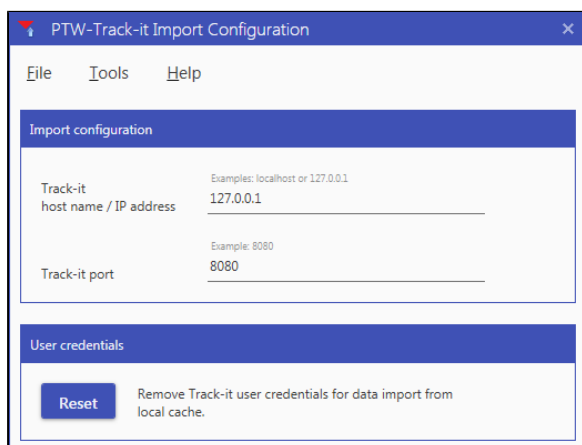

Figure 2 : Écran principal *Track-it Import Configuration*
- L'écran principal *Track-it Import Configuration* (voir Figure 2) s'affiche.